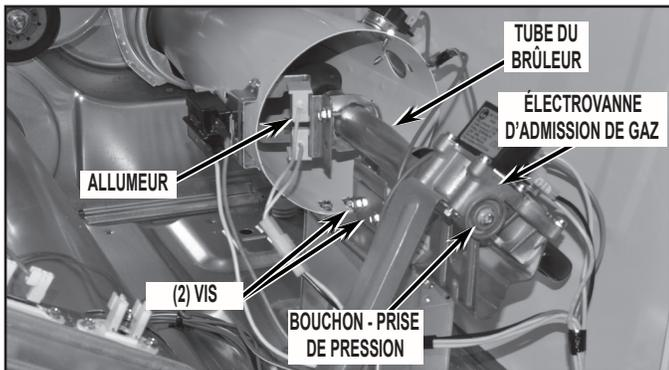

FIGURE 19A
22. Ôter les deux (2) vis de fixation du tube du brûleur sur la base du brûleur. Voir *Figure 19A*.
25. Faire glisser le tube du brûleur pour le remettre en place; utiliser les vis ôtées à l'étape 22 pour assujettir le tube du brûleur dans le brûleur. Bien serrer les deux (2) vis de montage. Voir *Figure 19A ou 19B*.